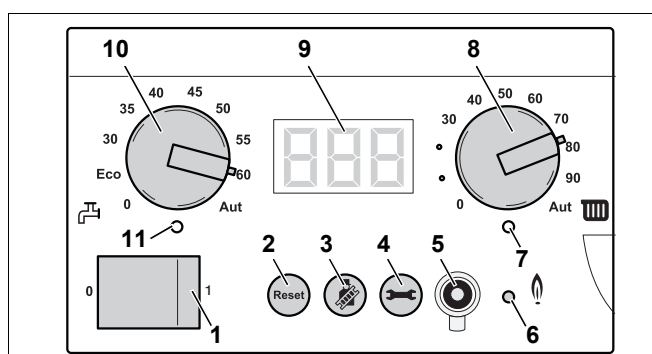

Fig. 81 Controler de bază BC10
- Opriți instalația de încălzire cu comutatorul de funcționare al controlerului de bază Logamatic BC10 (fig. 81, poz. 1).
- Porniți instalația de căldură cu comutatorul de funcționare al controlerului de bază BC10 (fig. 81, poz. 1).
- După ce se aprinde LED-ul "Arzător" (fig. 81, poz. 6) așteptați un minut până ce cazanul de încălzire arde la sarcină parțială.
- Apăsați tasta "Coșar" (fig. 81, poz. 3) până când se stinge punctul de pe display.
- Opiți instalația de încălzire cu comutatorul de funcționare al controlerului de bază BC10 (fig. 81, poz. 1).
- Apăsați tasta "Coșar" (fig. 81, poz. 3) și țineți-o apăsată (circa două secunde), până când apare punctul în dreapta jos pe display (fig. 81, poz. 9). Vezi pentru aceasta tabelul 8, „Testul gazelor de evacuare”, pagina 42.
- După ce se aprinde LED-ul "Arzător" (fig. 81, poz. 6) așteptați un minut până ce cazanul de încălzire arde la sarcină totală.
- Apăsați tasta "Coșar" (fig. 81, poz. 3) ca să încheiați măsurarea. Vezi de asemenea tabelul 8, „Testul gazelor de evacuare”, pagina 42.